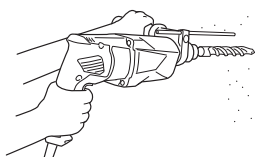

Fig. 8
- (2) Tirer l'interrupteur de déclenchement après avoir appliqué la pointe du foret sur la position de perçage désirée. (Fig. 8)
Quand le foret de perçage touche une poutre en fer, la mèche s'arrête immédiatement et la perceuse réagit en tournant. Par conséquent, tenir fermement la poignée principale et la poignée latérale, comme indiqué à la Fig. 8.